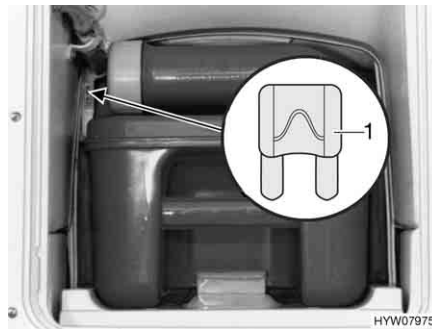

Fig. 170 Fusível da sanita Thetford
- Troque o fusível (Fig. 170,1).